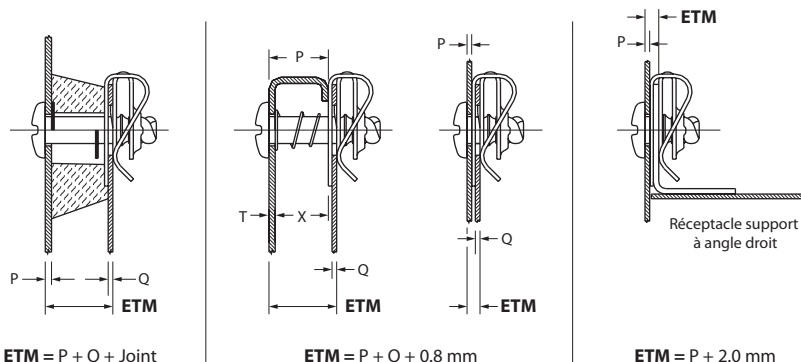

Figure 1 : Epaissur totale de matériau (ETM)
1. Calculez l'épaisseur totale de matériau (ETM) à l'aide de la Figure 1 ci-dessous.